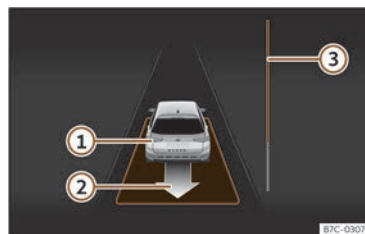

Fig. 136 Na pantalla do cadro de instrumentos: desaparcar dun espazo en liña.
- Retroceda ata que soe o sinal continuo del ParkPilot; **OU BEN:** vaia marcha atrás ata que na pantalla do cadro de instrumentos apareza a indicación de dar marcha adiante. A barra de progreso >>> **fig. 136**  indica a distancia que hai que percorrer.